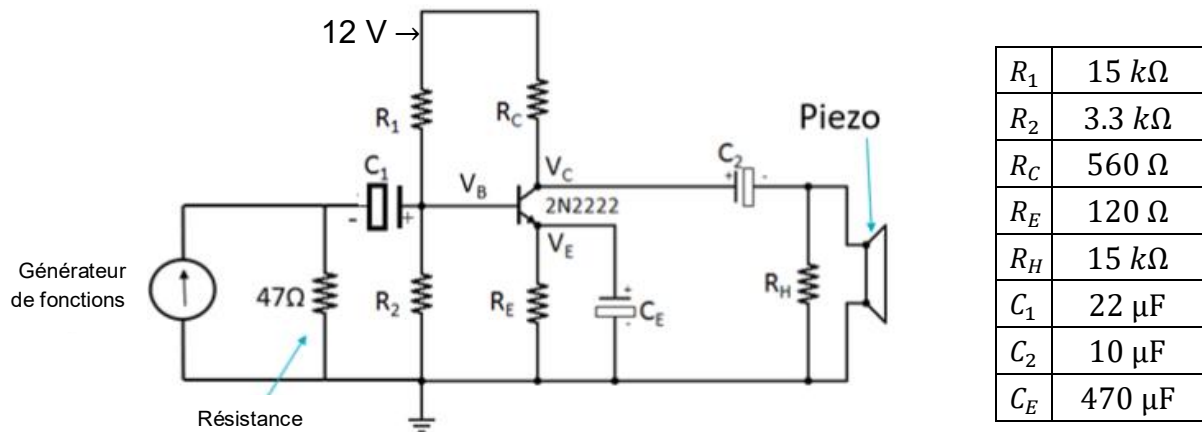

Figure 4 : Circuit de l'amplificateur à émetteur commun.
□ Effectuez le montage décrit à la Figure 4 :